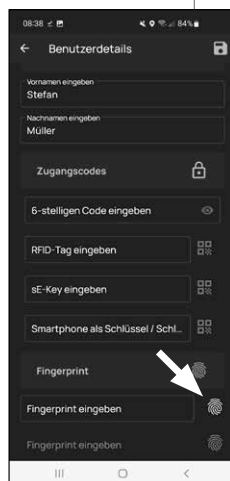

Fig. 5
- 7 In questa sezione è possibile salvare un'impronta come supporto di apertura. Selezionare il simbolo dell'impronta digitale a destra accanto al campo *"Fingerprint eingeben"* (Inserire impronta digitale) (Fig. 5).